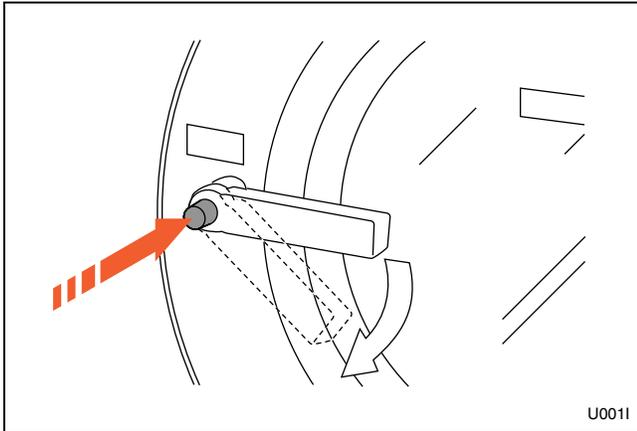

Figura 5
2. Pulse el botón y gire la palanca hacia la derecha para abrir. Consulte la *Figura 5*.